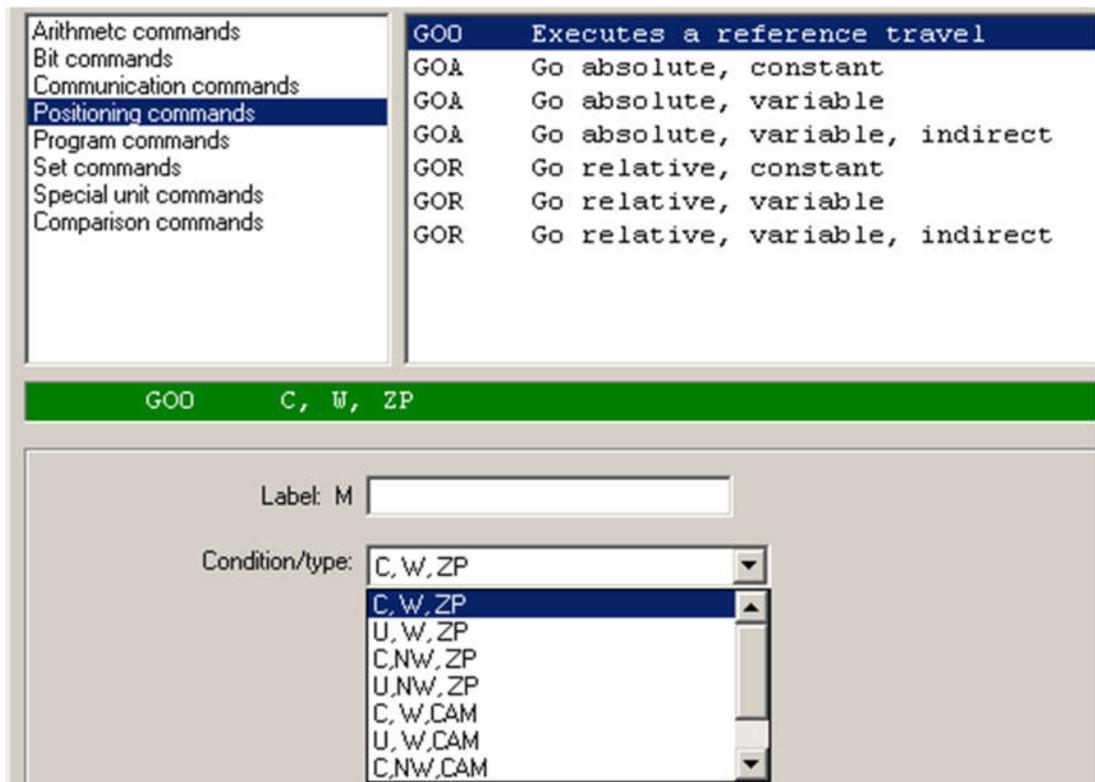

Рис. 43
3. командой IPOSplus (см. Рис. 43).